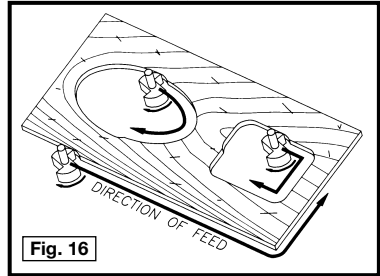

Fig. 16
7. Avancez de gauche à droite avec un mouvement continu et régulier (voir Fig. 16).